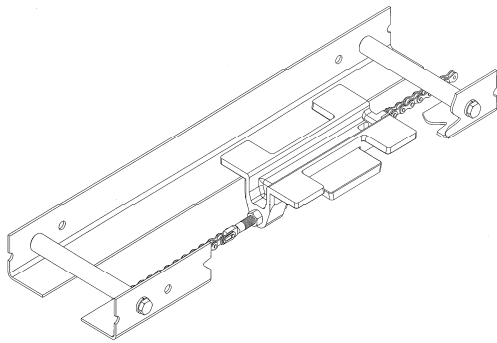

Figure 6 Installation de la chaîne
4. Attacher le premier extrémité la chaîne au chariot à l'aide d'un maillon (Figure. 6) Passer la chaîne autour de la poulie de renvoi et continuer autour du pignon d'entraînement de l'opérateur. En suite, fixer le deuxième extrémité de la chaîne à la vis de tension à l'aide d'un autre maillon rapide et la vis de tension au chariot. On peut serrer la chaîne en vissant davantage la vis de tension dans le chariot. Une chaîne ajustée correctement devrait s'affaisser d'environ 5 cm (2 po) au point milieu sur les rails.